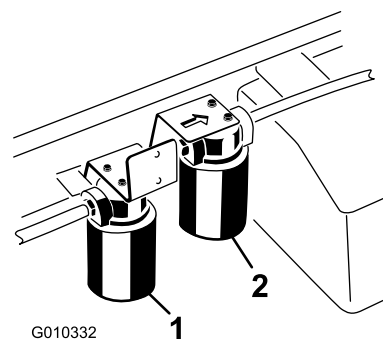

図 73
3. フィルタの下に廃油受けを置いてフィルタを外す 図 73。
- ハイフローフィルタを取り付けている周辺をウェスできれいにぬぐう  図 73。